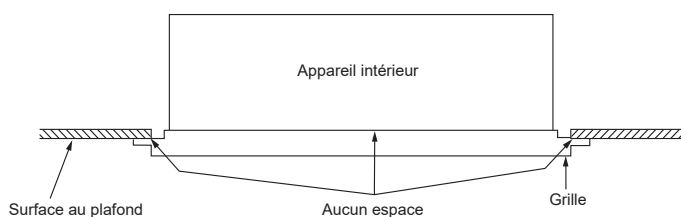
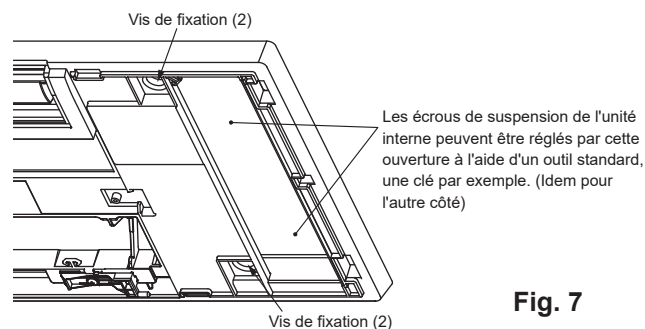

Fig. 6
Fig. 7
- Serrez les 4 vis de fixation (2) situées près des angles et installées à l'étape 6.
- Dans le cas contraire, de l'air risque de s'échapper par cet espace, provoquant un écoulement d'eau de l'unité interne. (Fig. 6)**
- Remarque : Assurez-vous que les vis de fixation (2) et (3) sont serrées à fond.
- Supprimez l'espace en réglant la hauteur d'installation de l'unité interne avec la grille en place. (Fig. 7)